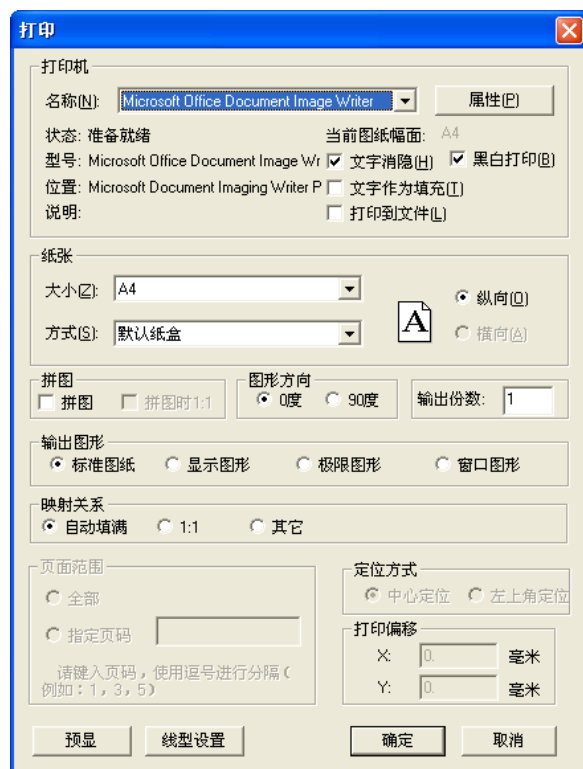

图 7-27 绘图输出对话框
(1) 单击【文件】子菜单中的【绘图输出】菜单项，或者单击按钮，系统弹出绘图输出主对话框，见图 7-27。用户可根据当前绘图输出的需要从中选择输出图形、纸张大小、设备型号等一系列相关内容，待确认后，即可进行绘图输出。